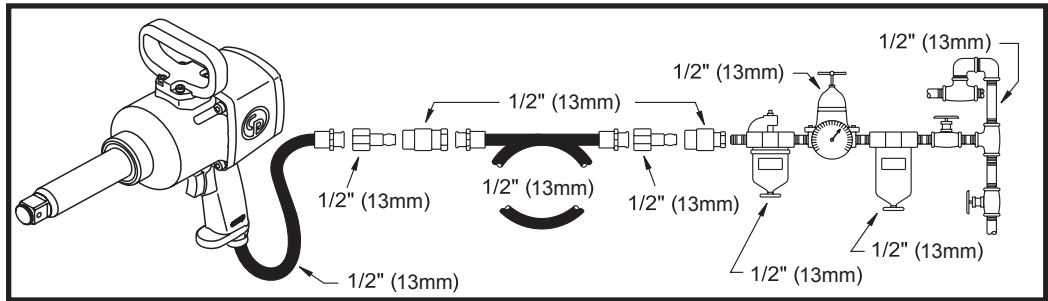

Fig. 1
- Connect device as shown in Fig.1.
- To switch rotation, turn the regulator (B)
- To start the machine, simply pull the trigger (A). Machine speed is increase by increasing pressure on the trigger. Release the trigger to stop.
- To adjust output power, turn the regulator (B)
- Use the reverse switch (B) only when the drive spindle comes to a complete stop. Changing the speed before the drive spindle stops may damage the machine.
- Conecte el dispositivo como se indica en la Fig.1.
- Para cambiar la rotación, gire el regulador (B)
- Para activar el aparato, sencillamente presione el gatillo (A). La velocidad del aparato aumenta al incrementar la presión sobre el gatillo. Suelte el gatillo para detenerlo.
- Para ajustar la potencia de salida, gire el regulador (B)
- Utilice el interruptor de marcha inversa (G) solo cuando el eje motor se haya detenido completamente. Cambiar la velocidad antes de que se detenga el eje motor puede dañar la máquina.